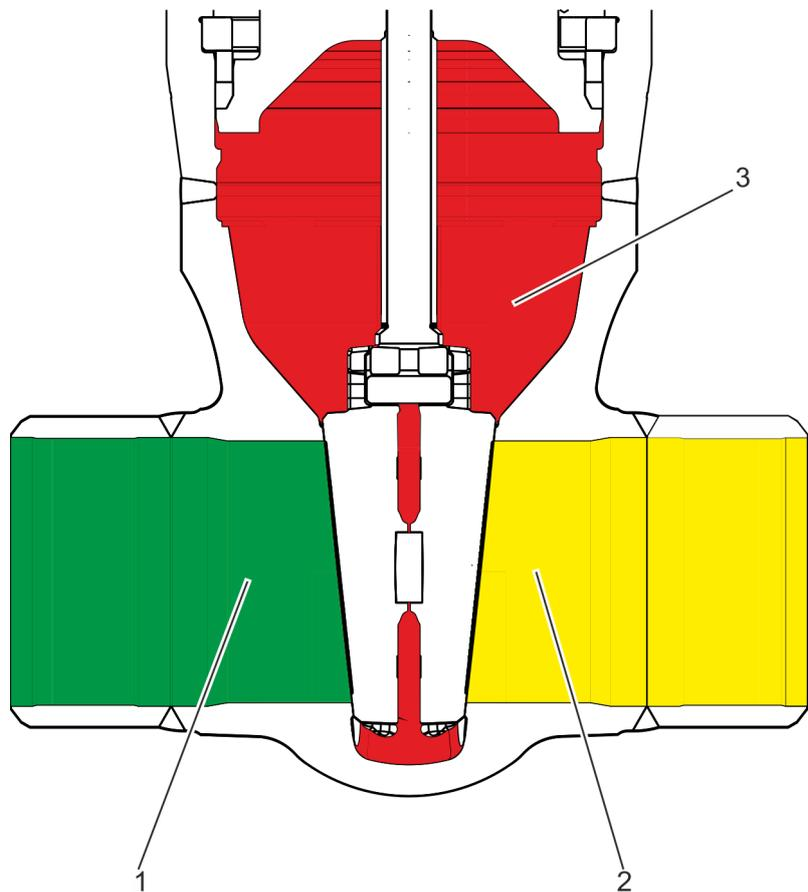

Fig. 2: Division en « espaces »
- 1er espace : côté pression (Fig. 2/1)
- 2e espace : côté opposé à la pression (Fig. 2/2)
- 3e espace : espace intérieur fermé (Fig. 2/3)
Selon l'application, la vanne peut être équipée par l'exploitant (Fig. 3/1) d'une protection contre la surpression extérieure. À cette fin, la vanne peut être équipée par le fabricant d'une tubulure fermée en usine (Fig. 3/2). La tubulure établit une connexion de l'extérieur vers le 3e espace (Fig. 2/3). Des protections contre la surpression extérieures peuvent être raccordées à la tubulure (Fig. 3/2).
Un tuyau de décharge (Fig. 5/1) permet d'établir une connexion entre le 3e espace (Fig. 2/3) et le côté pression (Fig. 2/1) de la vanne.